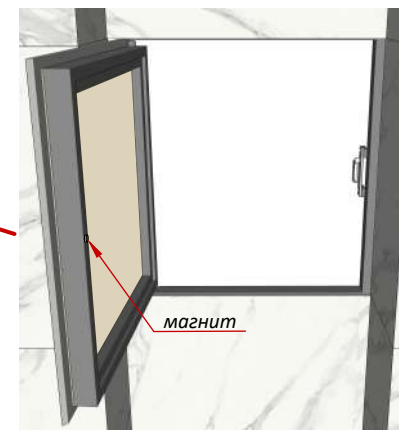
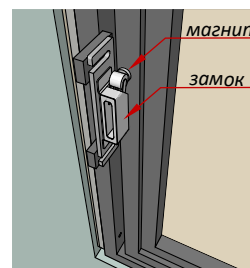

Рис. 17
Рис. 18
8) Закрепите неодимовый магнит на створку люка (Рис.17) и настройте их взаимодействие с замком (Рис.18). Теперь, можно открыть люк нажатием на плитку со стороны петель или со стороны замка. Стопорные уголки можно снять, они больше не понадобятся.